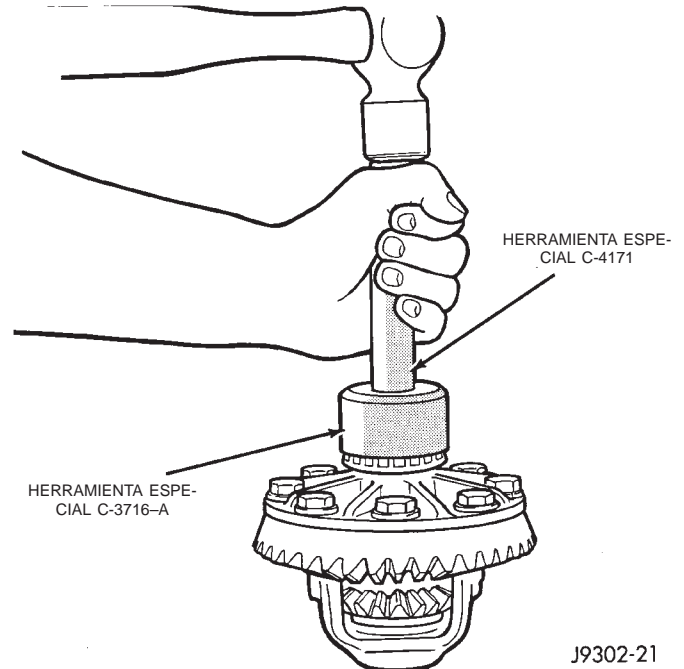

Fig. 39 Instalación de los cojinetes laterales del diferencial
- (2) Instale los cojinetes laterales del diferencial con el instalador C-3716-A y el mango C-4171 (Fig. 39).